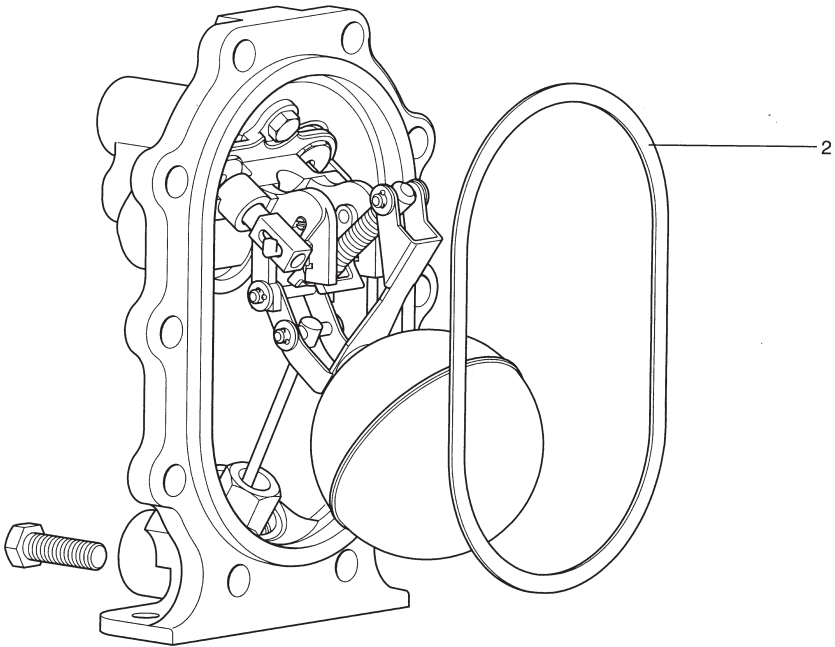

Fig. 15
3. Posizionare delicatamente la nuova guarnizione (particolare 2) nel corpo esistente (vedere la fig. 15).